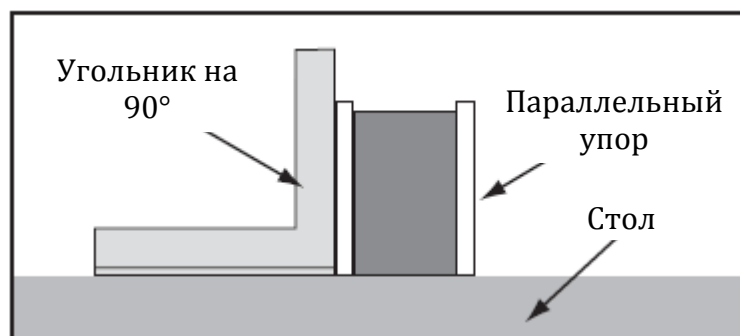

Рис. 79. Проверка перпендикулярности параллельного упора относительно стола
8. Поставить на стол угольник и отрегулировать плоскость параллельного упора, как показано на рис. 79, обеспечив перпендикулярность параллельного упора столу.
- 9. Ослабить верхние контргайки и произвести регулировку верхними регулировочными винтами (рис. 79) для установки плоскости параллельного упора под 90° к столу, затем затянуть контргайки.